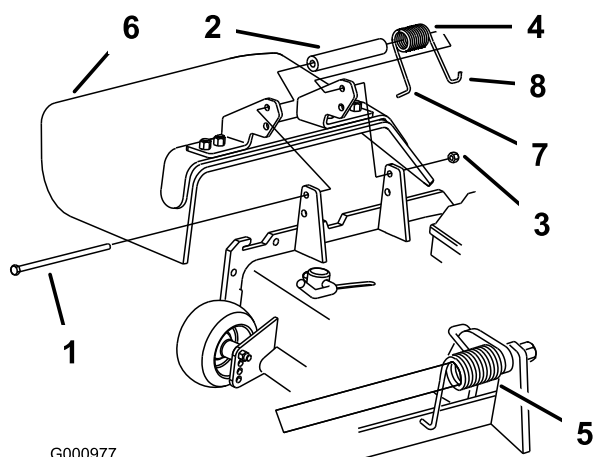

Bild 85
1. Entfernen Sie die Sicherungsmutter, Schraube, Feder und das Distanzstück, mit denen das Ablenkblech an den Drehhalterungen befestigt ist (Bild 85). Entfernen Sie defekte oder abgenutzte Ablenkbleche.
Hinweis: Stellen Sie sicher, dass sich das L-Ende der Feder hinter der Mähwerkkannte befindet, bevor Sie die Schraube einführen, siehe Bild 85.
3. Setzen Sie die Schraube und Mutter ein. Führen Sie das J-förmige Hakenende der Feder um das Ablenkblech (Bild 85).